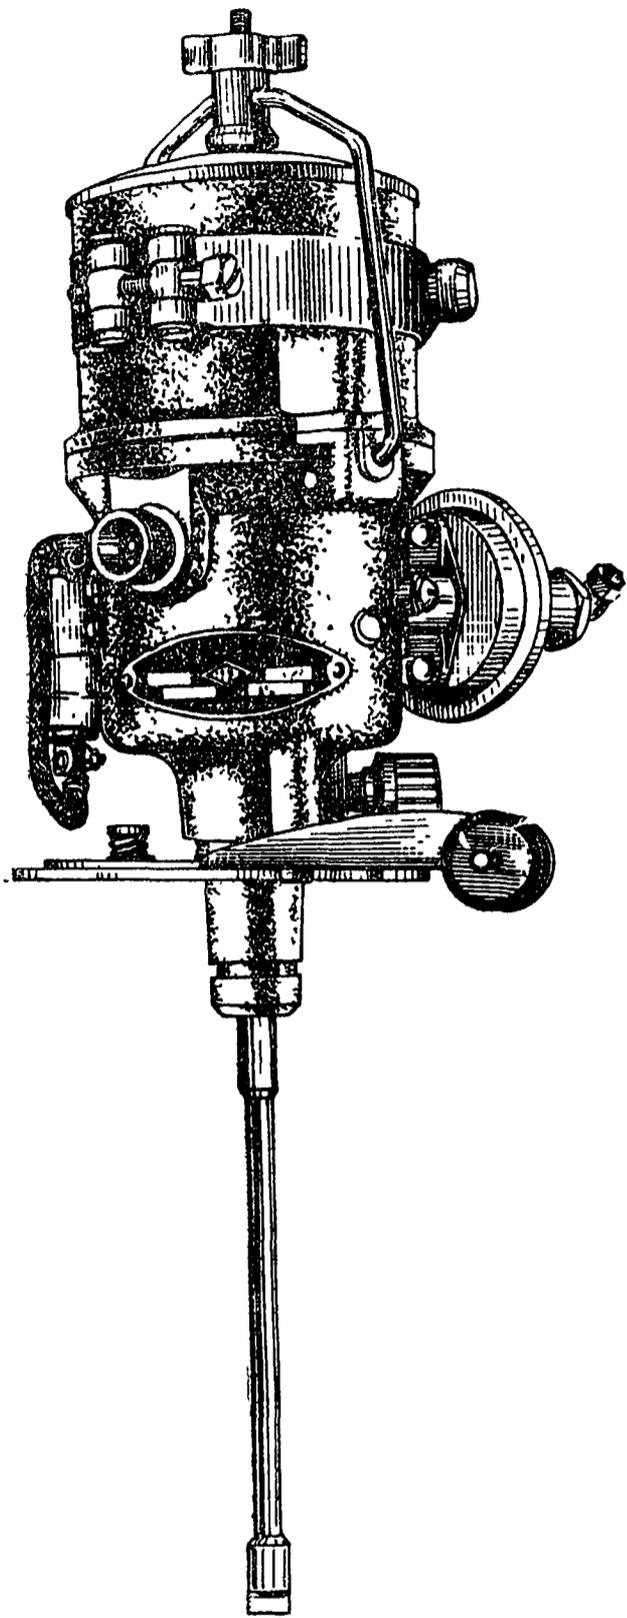

Рис. 49. Общий вид распределителя.
2. Распределитель Р-53Б (рис. 49).